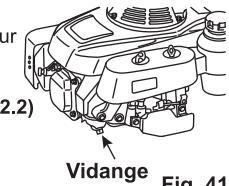

Fig. 41
- Vidangez le réservoir à carburant et le carburateur de l'essence qu'ils contiennent. (Voir Fig. 41)